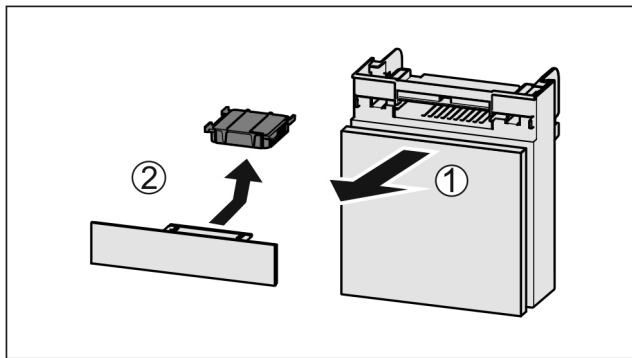

Fig. 245
- ▶ Pretinac izvucite Fig. 245 (1) prema naprijed.
- ▶ Izvadite filter s aktivnim ugljenom Fig. 245 (2).